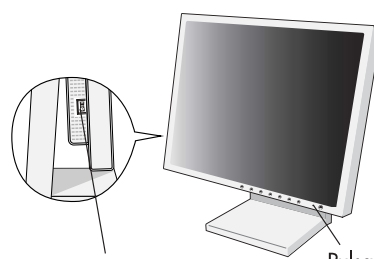

Figura D.1
4. Collegare un'estremità del cavo di alimentazione alla presa c.a. sul retro del monitor e l'altra estremità alla presa di alimentazione (**Figura D.1**).
5. L'interruttore "Vacanza" sul lato sinistro del monitor deve essere in condizione ON (**Figura D.1**).